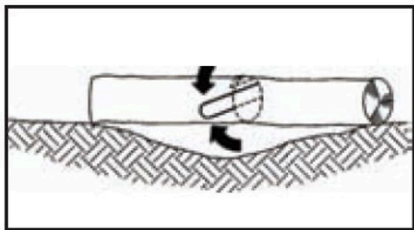

Fig. 4C
3. Tronco apoyado en ambos extremos: Primero, doble $1/3$ del diámetro del tronco para evitar que se astille. En segundo lugar, baje para llegar al primer corte y evitar pellizcos (Fig. 4C).